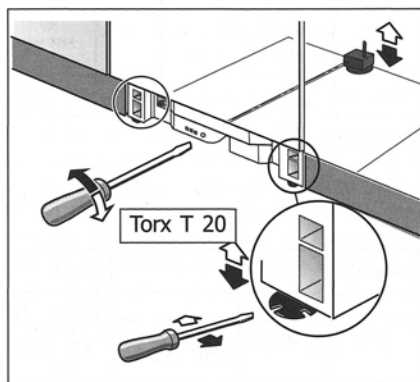

Figure 23
- Utiliser un tournevis et frapper légèrement avec un marteau pour faire tourner les pieds (voir figure 23).